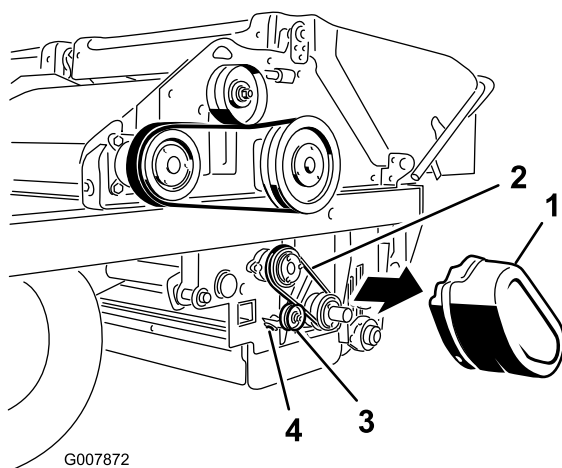

Figure 59
1. Retirez le couvercle de courroie (Figure 59).
2. Desserrez l'écrou sur la poulie de tension (Figure 59).
3. Poussez la poulie de tension contre la courroie et serrez l'écrou de la poulie de tension (Figure 59).